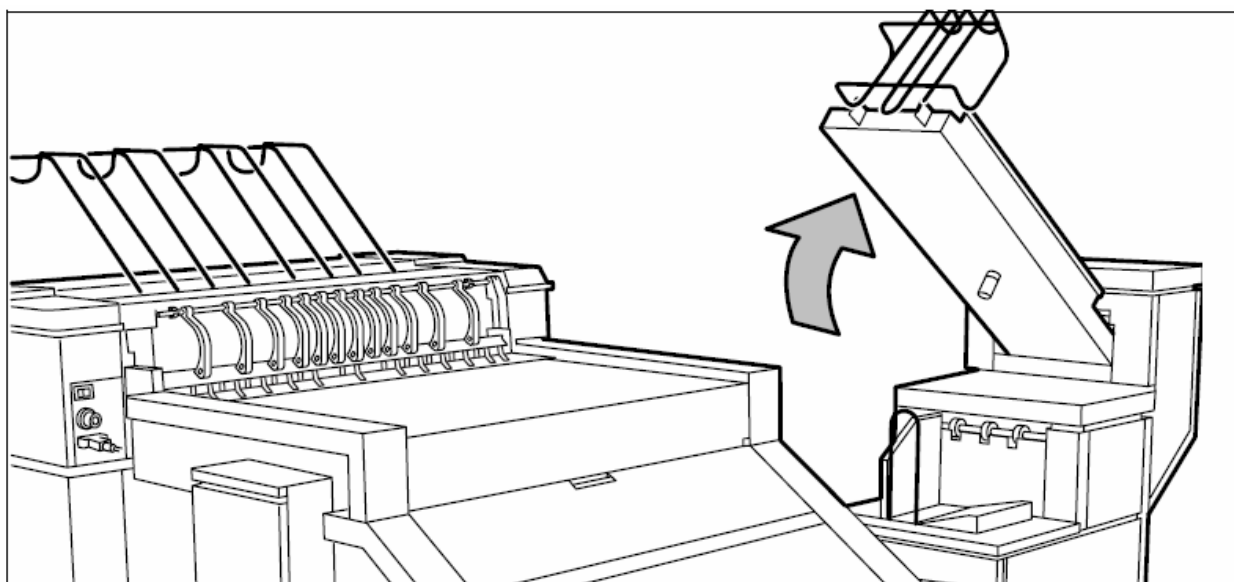

Рисунок 137: Перевод ленточного устройства выдачи в верхнее положение
4. Если у Вас используется ленточное устройство вывода, то переведите это устройство в верхнее положение (смотрите рисунок 137).